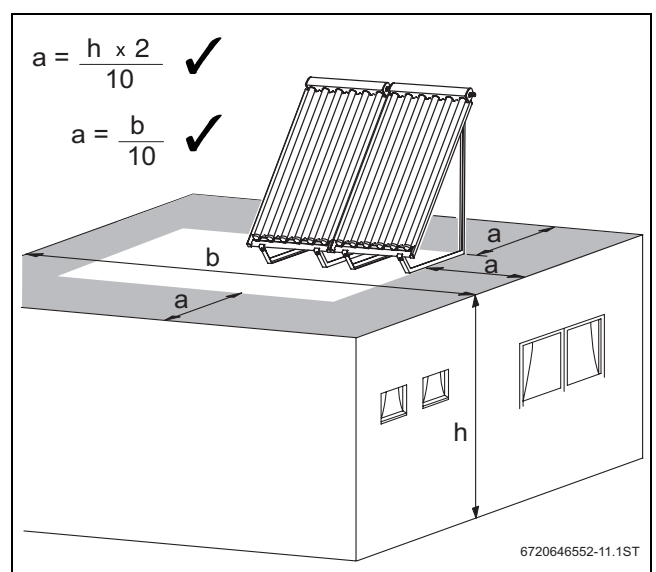
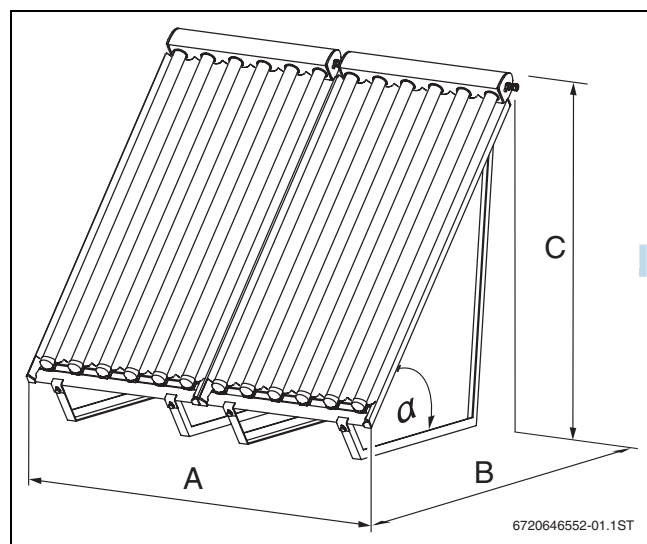
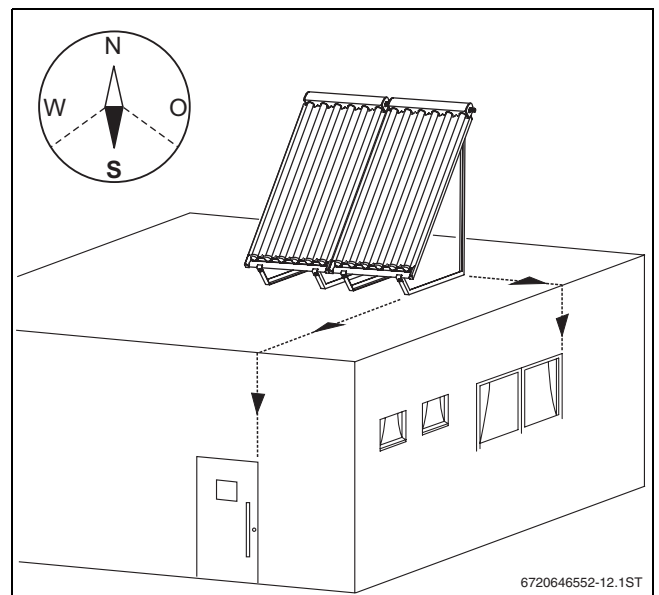

Bild 12 Mindestabstand vom Dachrand (Maß a), beide Formeln sind anwendbar
Bild 14 Aufstellfläche des Kollektorfeldes
Bild 18 Beispiel: Kollektorfeld als Flachdachmontage der Gebäudeform anpassen
Der Platzbedarf wird durch die Aufstellfläche des Kollektorfeldes bestimmt (→ Bild 14). Bei der Positionierung des Kollektorfeldes beachten Sie die Mindestabstände vom Randbereich des Flachdaches (→ Bild 12 und 13).
- Kollektorfeld möglichst südlich ausrichten (→ Bild 18).
- Kollektoren optisch ansprechend auf dem Dach anordnen. Z. B. so, dass das Kollektorfeld mit Fenstern und Türen fluchtet (→ Bild 18). Hierbei jedoch die Mindestabstände zum Dachrand beachten (→ Bild 12).